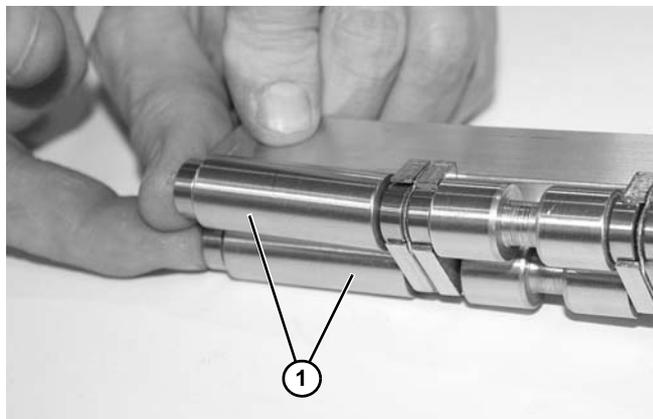

Figure 67
7. Retirer les broches (**Figure 67, élément 1**).